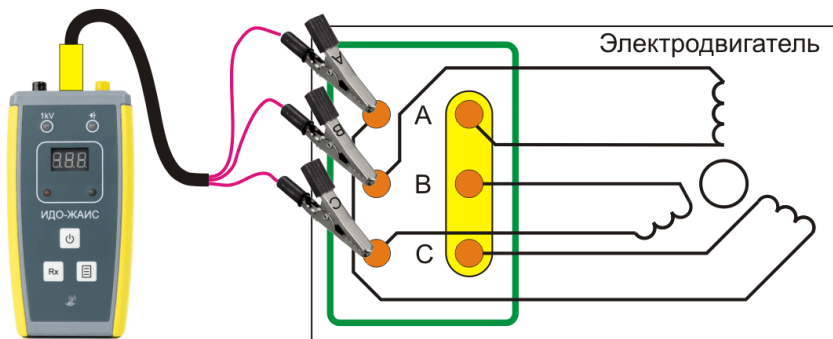

Рис.6
8.3.1.3 Подключить соединительный кабель с помощью зажимов «А», «В» и «С» к выводам трехфазной обмотки машины. При этом фазы должны быть соединены согласно схеме соединений для данной машины (в звезду-Рис.6 или в треугольник – Рис.7).